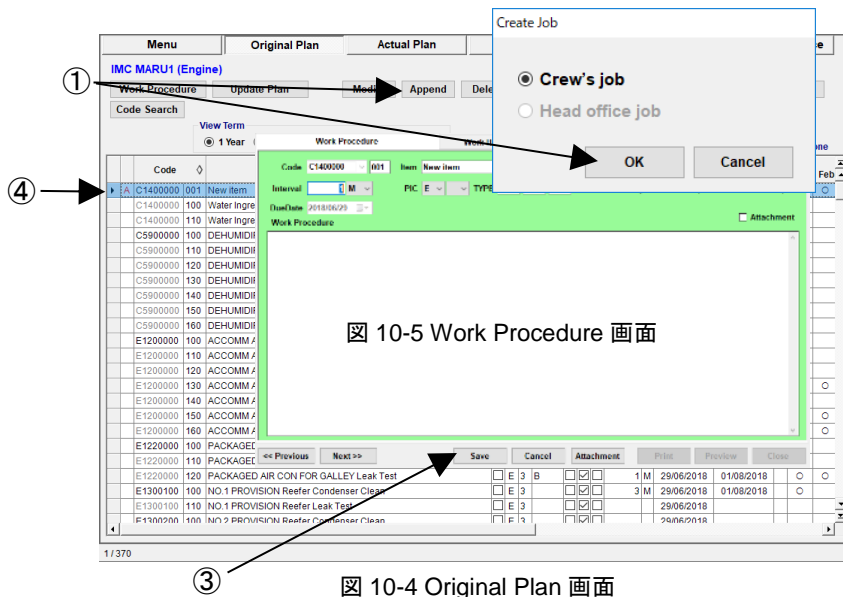

図 10-4 Original Plan 画面
(1) 保守作業項目を追加する場合には、“Original Plan”画面(図 10-4)内の[Append]ボタンをクリックしてください。Create job 画面で“Crew's job”を選択された状態で OK ボタンを選択してください。“Work Procedure”画面(図 10-5)が表示されます。
(2) 以下のデータを入力することができます。